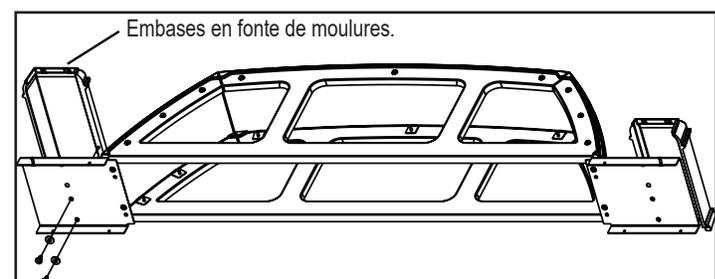

Figure 23.6
7. Installez les embases en fonte. **Figure 23.6.**